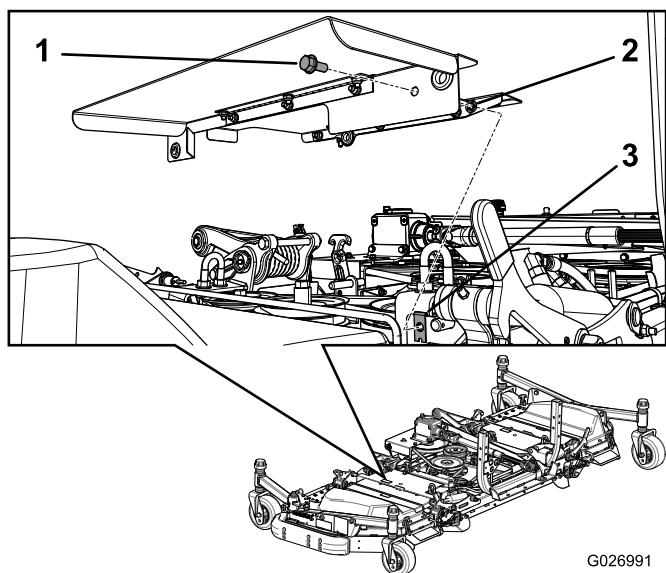

Figura 20
2. Tuerca con arandela prensada (3)
4. Perno (3)
5. Instale un perno y una tuerca rápida en el protector (Figura 20).
6. Instale las cubiertas combinadas en la carcasa (Figura 20).